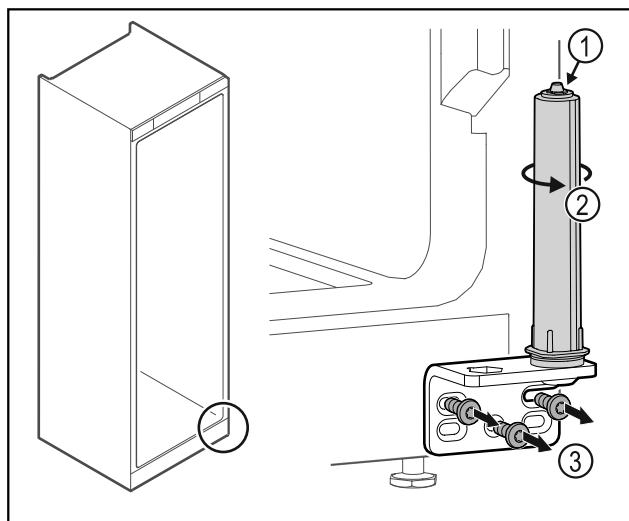

Fig. 18
- ▶ Nerozebírejte uzávěrací systém dvířek Fig. 18 (1).
- ▶ Otáčejte uzávěracím systémem Fig. 18 (2), dokud nezacvakne.
- ▶ Odšroubujte úhelník závěsu Fig. 18 (3).